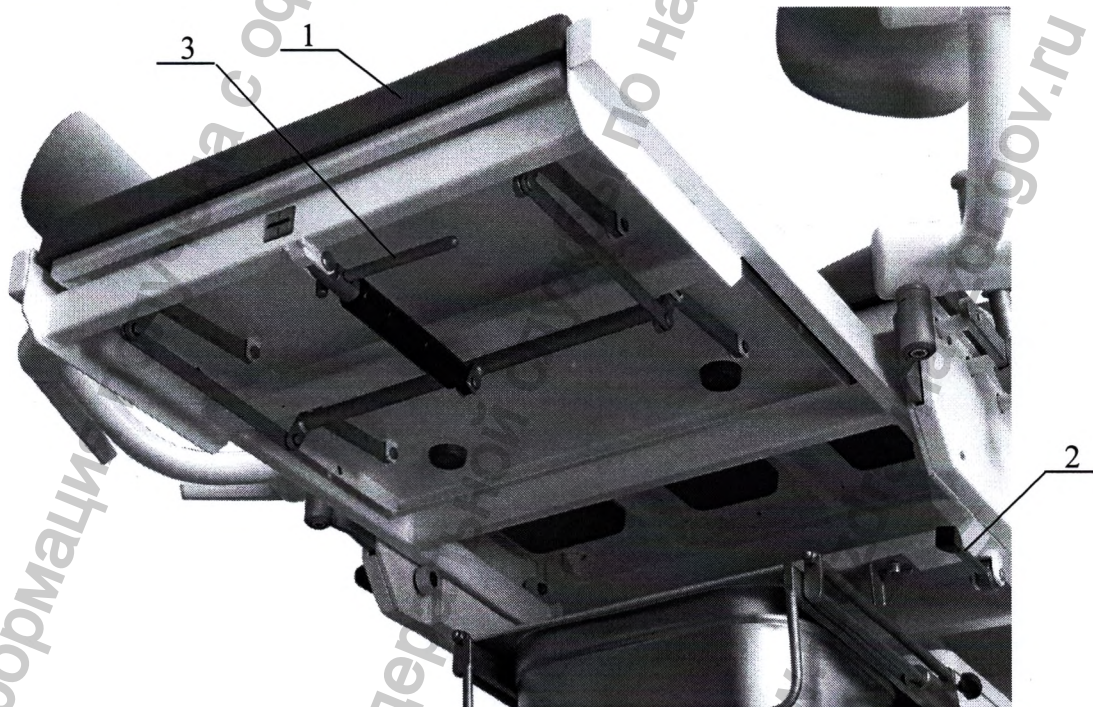

Рисунок 5. Регулировка столика для принятия ребенка.
10.2.1 Чтобы выдвинуть столик 1 (Рисунок 5) необходимо повернуть рукоятку 2 вниз, вручную выдвинуть столик до упора и зафиксировать рукоятку, подняв её вверх.
- расфиксировать рукоятку 2 (Рисунок 5);